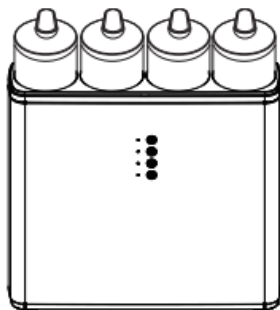

Abb. 5
4. Wiederholen Sie die obigen Schritte, um die restlichen Kartuschen einzusetzen (Abb. 5).